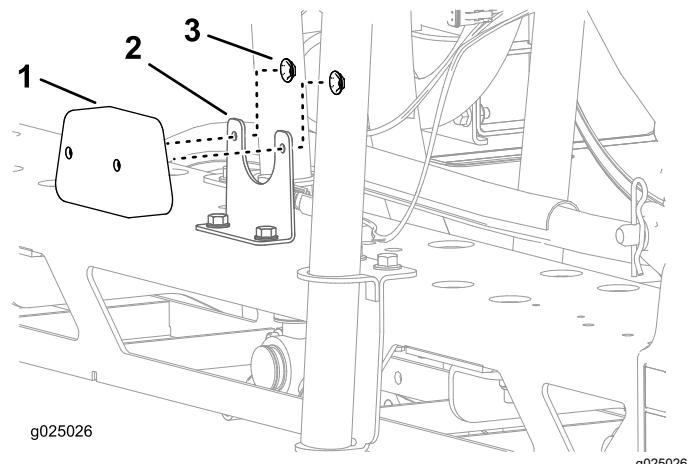

Bild 2
- Flüchten Sie das Rücklicht mit der Rücklichthalterung aus und befestigen die Teile mit den beiden gestanzten Stahlmuttern, wie in Bild 2 dargestellt.